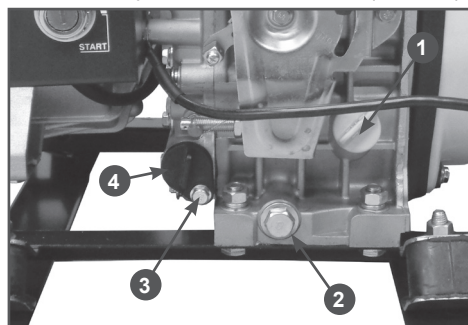

Рис. 20 Замена моторного масла
4. Осторожно открутите крышку-щуп 1 маслосаливной горловины, протрите щуп насухо и отложите в сторону (Рис. 20).
5. Открутите пробку 2 для слива масла и слейте отработанное масло в подготовленную для этого емкость (Рис. 20).
6. Открутите болт 3 фиксации масляного фильтра. Во избежание пролива масла подложите кусок ветоши под масляный фильтр 4, после чего извлеките масляный фильтр 4 (Рис. 20).